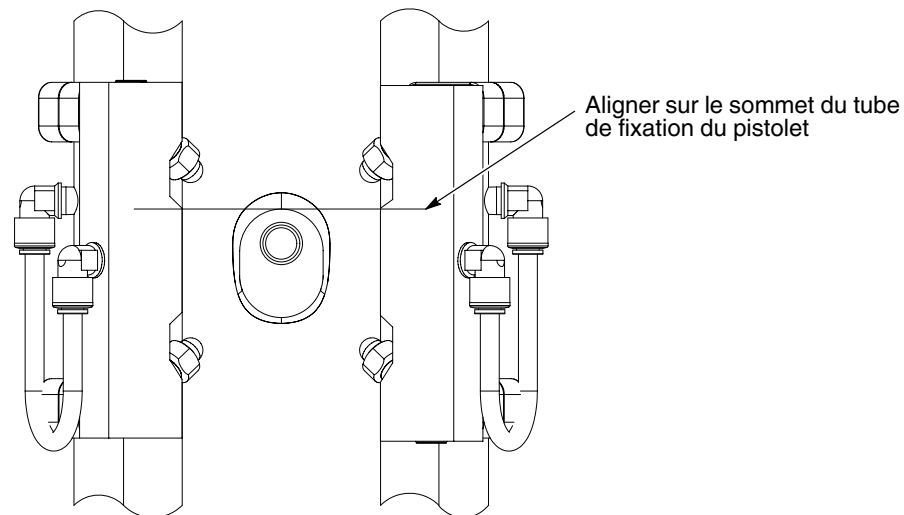

Figure 5 Alignement sur le sommet du tube de fixation du pistolet
1. Déplacer le distributeur dans le sens vertical pour aligner le bord du distributeur sous la buse supérieur avec le sommet du tube de fixation ovale du pistolet, comme illustré dans la Figure 5. Répéter cette opération pour le deuxième distributeur.